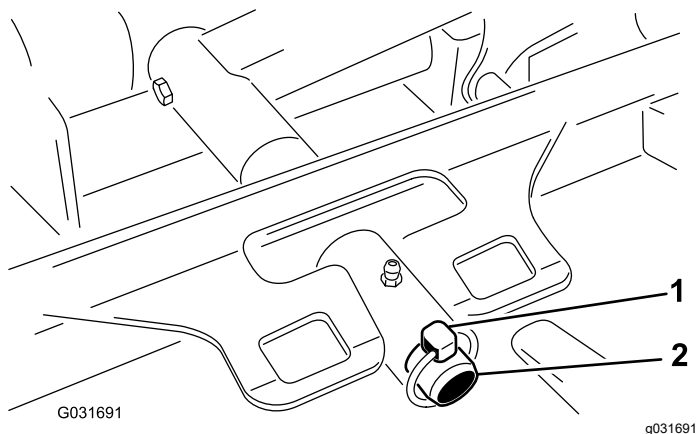

Figura 97
3. Scoateți tiftul de prindere care fixează suportul punii pe cadru la tiftul de pivotare al brațului de ridicare (Figura 97).
3. Glisai cadrul suportului de punte pe tiftul de pivotare al brațului de ridicare și fixai-l cu tiftul de prindere (Figura 97).